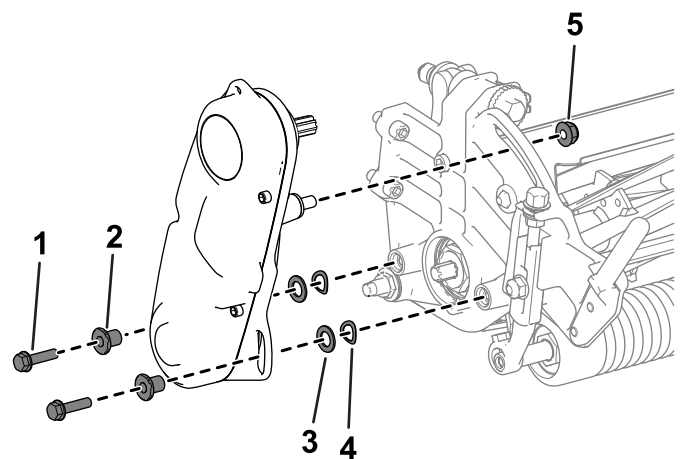

Bild 44
- Entfernen Sie die Befestigungsmittel, mit denen die Spindelantriebsbaugruppe an der Seitenplatte befestigt ist (Bild 44).
- Entfernen Sie die Spindelantriebsbaugruppe, Unterlegscheiben, Federscheiben und Distanzstücke von der Seitenplatte (**Bild 44**).